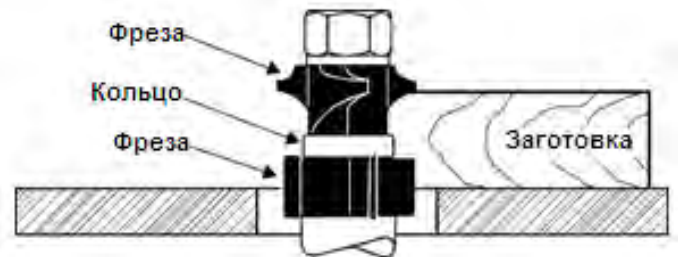

Рисунок 41
3. Использование кольца между двумя фрезами имеет преимущества и недостатки первых двух методов и часто используется там, где должны быть фрезерованы обе кромки заготовки, Рис. 41.